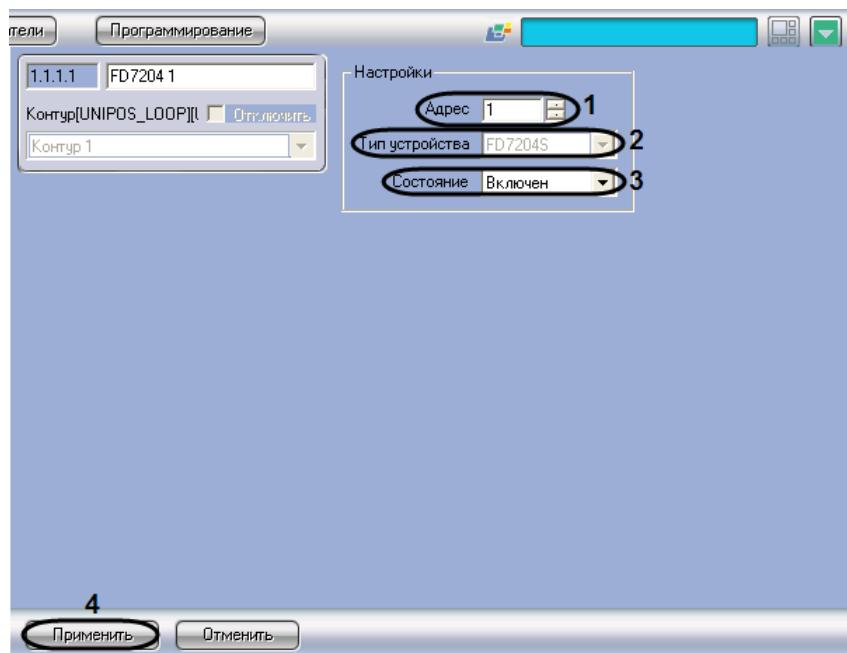

Рис. 3.6-14 Задание параметров адресной сирены FD7204
- Перейти на панель настройки объекта **FD7204** (Рис. 3.6-14)
- В поле **Адрес** ввести с помощью кнопок **вверх-вниз** адрес сирены **FD7204** в CAN-сети *ОПС Unipos* (см. Рис. 3.6-14, 1).
*Примечание. В поле **Тип устройства** автоматически отображается тип подключенной сирены (см. Рис. 3.6-14, 2).*
- Из раскрывающегося списка **Состояние** выбрать состояние (**включен/выключен**) сирены **FD7204** (см. Рис. 3.6-14, 3).
- Для сохранения настроек во внутренней базе данных ПК ACFA *Intellect* нажать кнопку **Применить** (см. Рис. 3.6-14, 4).